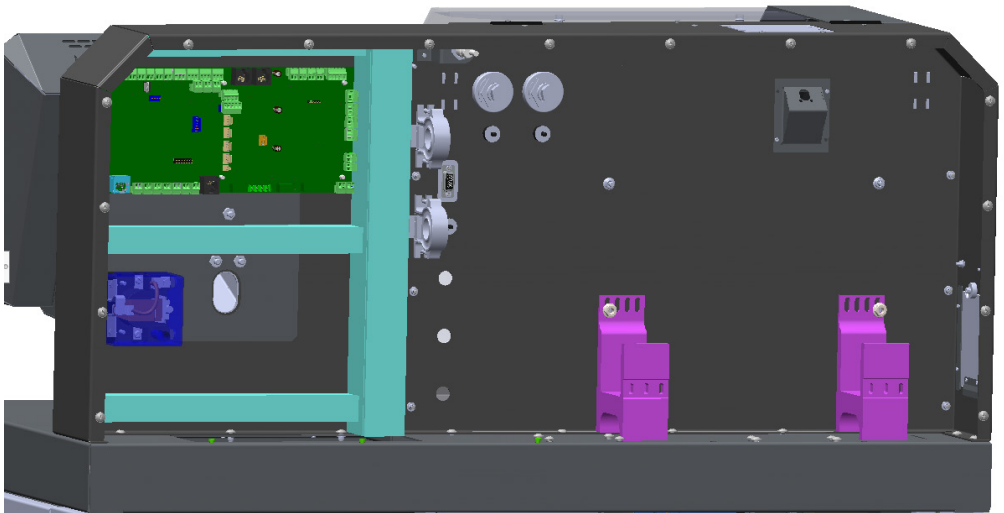

Figura 3. Montaje de los soportes
- Coloque los soportes en los orificios más exteriores durante la instalación según la figura 3.